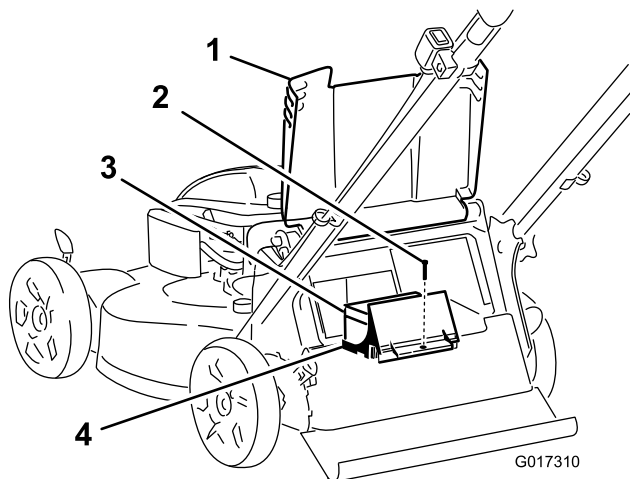

Figura 35
2. Eleve el deflector trasero y localice el compartimento de la batería (Figura 35).